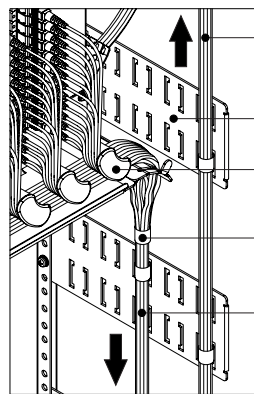

Figura 10B
4. Fije los cordones unidos en el primer soporte guía de cable lateral (item 1) situado justo abajo del Sub-Rack utilizando el Velcro doble cara (ver figura 10B).
9. Fije los cordones en la parte delantera de los otros soportes guía de cable lateral enviándolos hasta la salida del Rack FTH-600 (ver figura 10B).